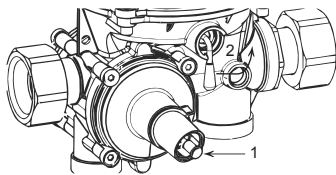

Рис. 4
2.3.5 Потяните рычаг запуска 1 (см. рис.4) до ее фиксации.
2.3.5 Поверните ручку 2 (см. рис.4) в направлении стрелки до упора для запуска регулятора и создания давления на выходе.
2.3.6 Если избыточное давление на входе в регулятор менее 0,2 МПа и при повороте рычага 2 (см. рис.4) происходит срабатывание предохранительного запорного клапана (ручка запуска 1 перемещается вовнутрь (см. рис.4)), необходимо открыть кран на продувочной свече после регулятора на 10-15 градусов и/или потянуть ручку запуска 1 (см. рис.4) до ее фиксации и, удерживая ее в течении нескольких секунд, одновременно повернуть ручку 2 (см. рис.4) в направлении стрелки до упора.